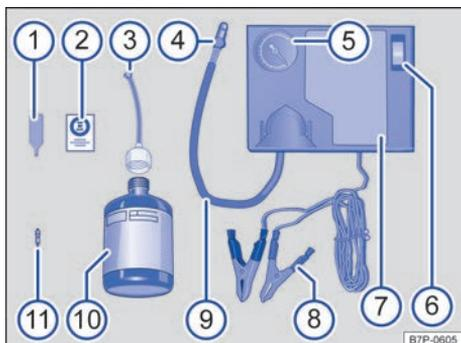

Fig. 271 Representación esquemática: componentes del kit reparapinchazos (variante 1).
El kit reparapinchazos se encuentra en el maletero, debajo del piso. Se compone de los siguientes elementos → fig. 271:
12. Pegue el adhesivo → fig. 271 ② del kit reparapinchazos en el tablero de instrumentos dentro del campo de visión del conductor.
- Desenrosque el obús de la válvula con el desmontaobuses → fig. 271 ① y deposítelo sobre una superficie limpia.
- Agite enérgicamente la botella de sellante → fig. 271 ⑩ unas cuantas veces.
- Enrosque fijamente el tubo de llenado → fig. 271 ③ en la botella de sellante en el sentido de las agujas del reloj. El precinto de la boca de la botella se perfora automáticamente.
- Retire el tapón del tubo de llenado → fig. 271 ③ y enrosque el extremo abierto del mismo en la válvula del neumático.
- Enrosque nuevamente el obús en la válvula del neumático con ayuda del desmontaobuses → fig. 271 ①.
- Enrosque fijamente el tubo de inflado → fig. 271 ⑨ del compresor de aire en la válvula del neumático.
- Conecte las pinzas de 12 voltios del compresor de aire → fig. 271 ⑧ **únicamente** a las tomas para la ayuda de arranque del vano motor → fig. 273. La pinza roja del cable del compresor a la toma positiva ⊕ y la pinza negra a la toma negativa ⊖.
- Encienda el compresor de aire con el conmutador de encendido y apagado → fig. 271 ⑥.
Vuelva a enroskar el tubo de inflado → fig. 271 ⑤ y compruebe la presión de inflado del neumático en el indicador ⑥.